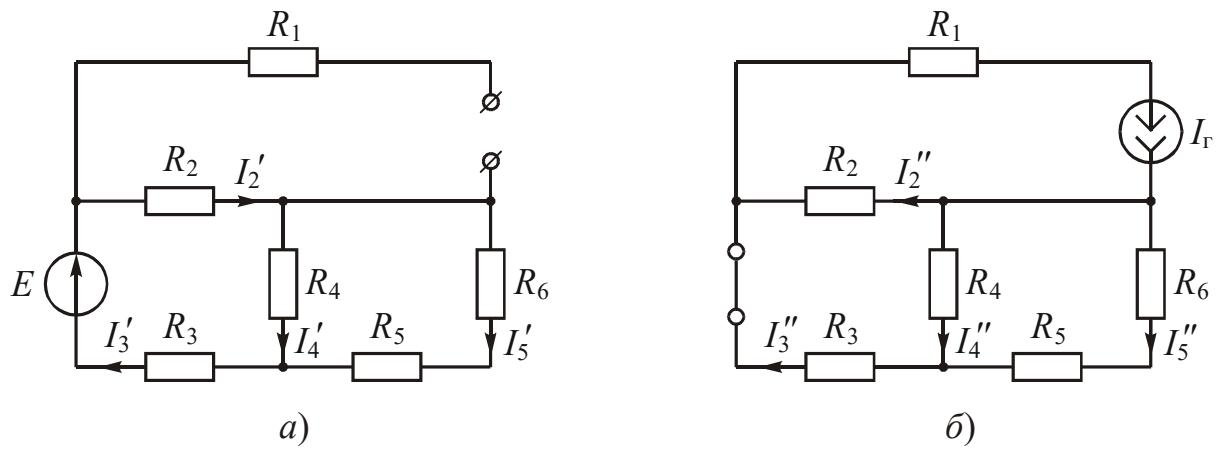

Рис. 3.3
3.2 Составляем первую частичную схему с источником E (рис. 3.3, а). Вместо источника тока I_r показан разрыв.
3.3. Составляем вторую частичную схему, схему с источником тока I_r (рис. 3.3, б). Вместо источника E показано короткое замыкание. На частичной схеме указываем токи и по аналогии с (3.2) записываем ток